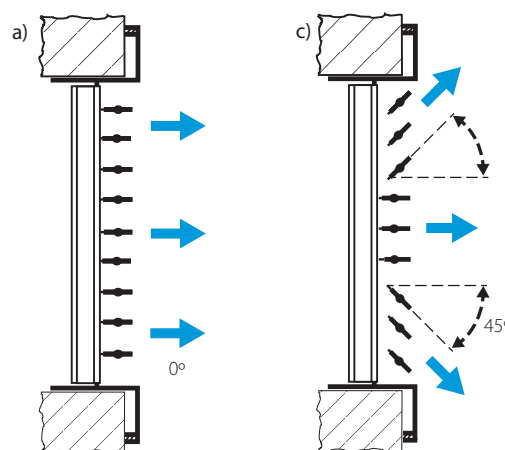

Bild 1. Inblåsningsexempel.
- **DH** är ett rektangulärt gallerdon för tilluft med ställbara lameller som erbjuder flexibel inblåsning, se bild 1.